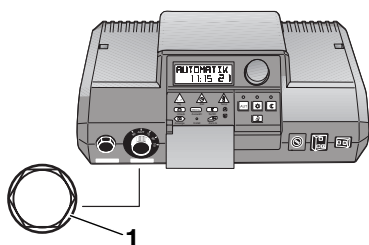

Abb. 6 Hutmutter abziehen
- Zur Entriegelung des Sicherheitstemperaturbegrenzers muss die Hutmutter am STB abgedreht und der darunter liegende Entstörknopf gedrückt werden (Abb. 6).